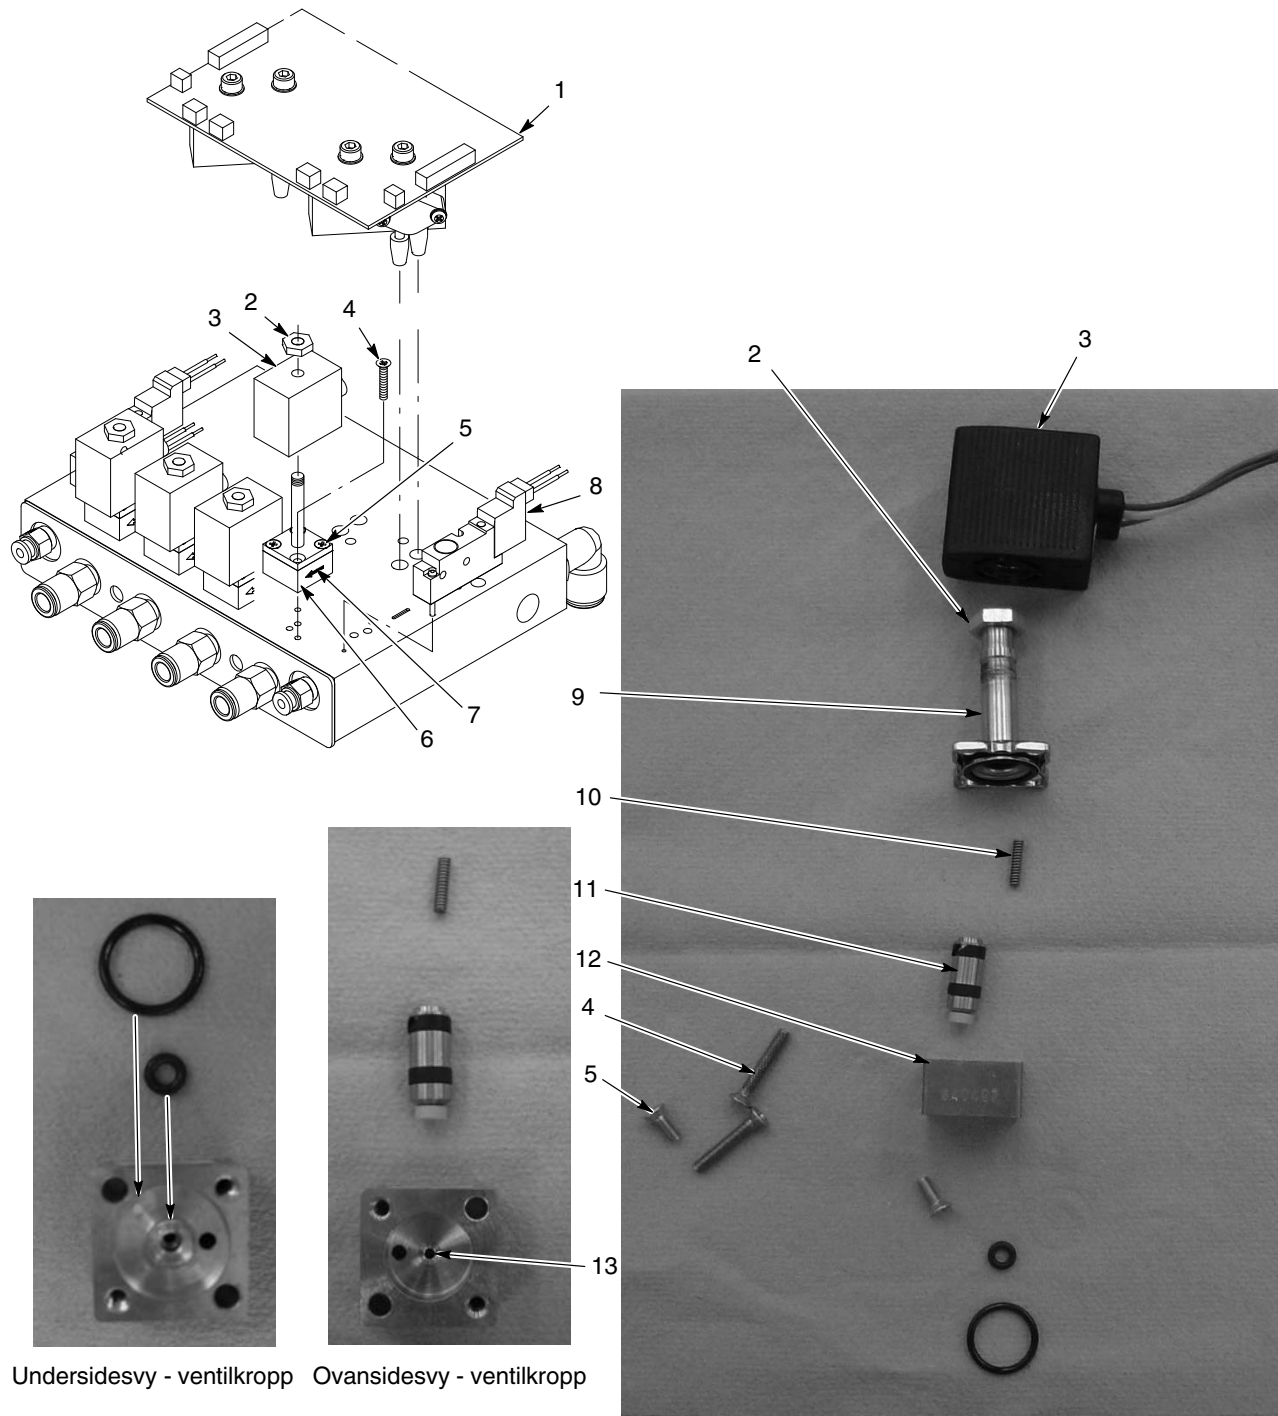

Bild 5-1 Demontering och byte av proportionalventil i iFlow modul
Se bild 5-1. Smuts i tryckluften kan få proportionalventilen (6) att fungera dåligt. Följ nedanstående instruktioner för att dela och rengöra ventilen.
1. Koppla loss spolens (3) ledare från kretskortet (1). Skruva av muttern (2) och spolen från proportionalventilen (6).
2. Skruva ur de två långa skruvarna (4) för att kunna ta av proportionalventilen från fördelaren.
Se bild 5-1. För att demontera magnetventilerna för pistolluft (8), skruva ur de två skruvarna i ventilkroppen och lyft av ventilen från fördelaren.